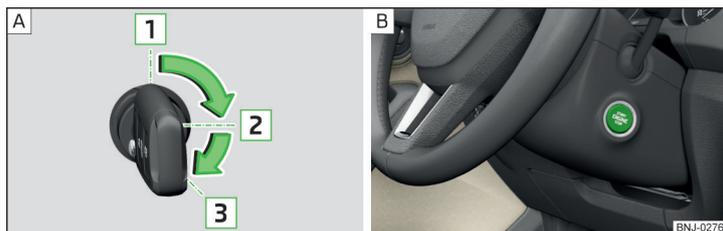

Fig. 114 Posições da chave do veículo no canhão de ignição / botão de arranque
Posições da chave do veículo no canhão de ignição » Fig. 114 - A
▶ Premir o botão » Fig. 114 - B, a ignição liga/desliga.
- ▶ Em veículos com **canhão de ignição**, rodar a chave para a posição **3** » Fig. 114 na página 94 - A, é efetuado o arranque. Soltar a chave, o motor arranca automaticamente.
- ▶ Nos veículos com **botão de arranque**, premir brevemente o botão » Fig. 114 na página 94 - B, o motor liga automaticamente.
- ▶ Nos veículos com **canhão de ignição**, rodar a chave para a posição **1** » Fig. 114 na página 94 - A.
- ▶ Nos veículos com **botão de arranque**, premir o botão » Fig. 114 na página 94 - B, o motor e a ignição desligam simultaneamente.
► Manter o botão premido » Fig. 114 na página 94 - ou premir o botão duas vezes dentro de 1 segundo.